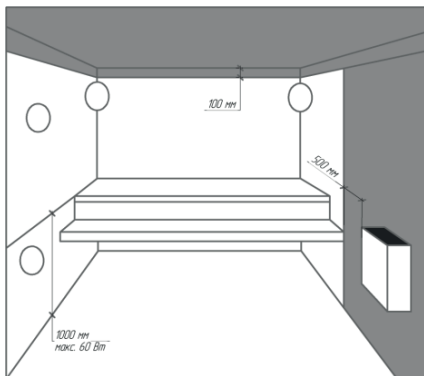

Рисунок 1
- 4.4. При установке светильников в помещениях с высокими температурами и повышенным уровнем влажности необходимо учитывать следующие ограничения по установочным зонам (см. рисунок 1.). Монтаж светильников должен выполнять квалифицированный специалист.